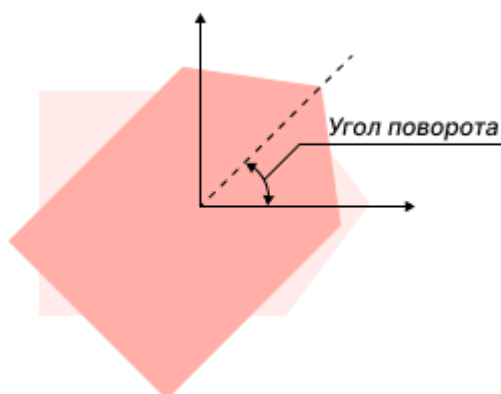

Рис. 151 Поворот апертуры
- Угол поворота – величина угла поворота горизонтальной осевой линии апертуры против часовой стрелки, значение может быть задано в диапазоне 0 – 359° с шагом 1°, см. Рис. 151.